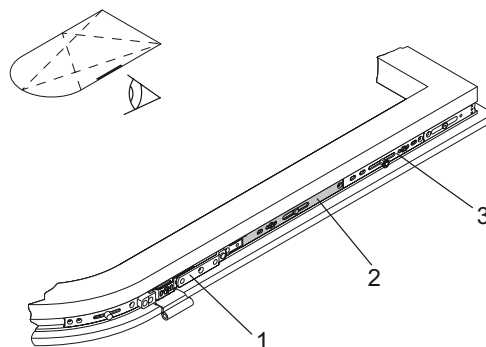

Рис. 15: Соединительную шину RB
29. Установка верхней петли SWR (3) на рычаг кронштейна (4):
- После установки петли повернуть головку шурупа (1) шестигранным ключом T20 (Torx) на 90°.
30. Кронштейн (4) вернуть в исходное положение.
31. Грибок (2) поставить в среднее положение (смотри стрелку). Чтобы соединить кронштейн с соединительной шиной RB, смотри также Рис. 15.
Смотри рисунок 15: